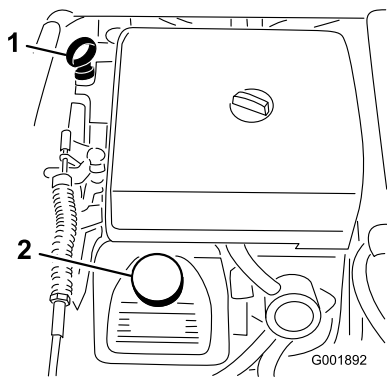

図 46
2. ディップスティックを抜き、ウェスで一度きれいに拭く(図 46)。ディップスティックを、チューブの根元までもう一度しっかりと差し込む。ディップスティックを引き抜いて油量を点検する。
3. オイルの量が不足している場合は、バルブ・カバーについている補給口のキャップ (図 46) を取り、ディップスティックの FULL マークまで補給する。補給するときは、ディップスティックで確認しながら少量ずつ入れてください。入れすぎないように注意してください。
8. 所要量の約 80% のオイルを補給口から入れる (図 46)。